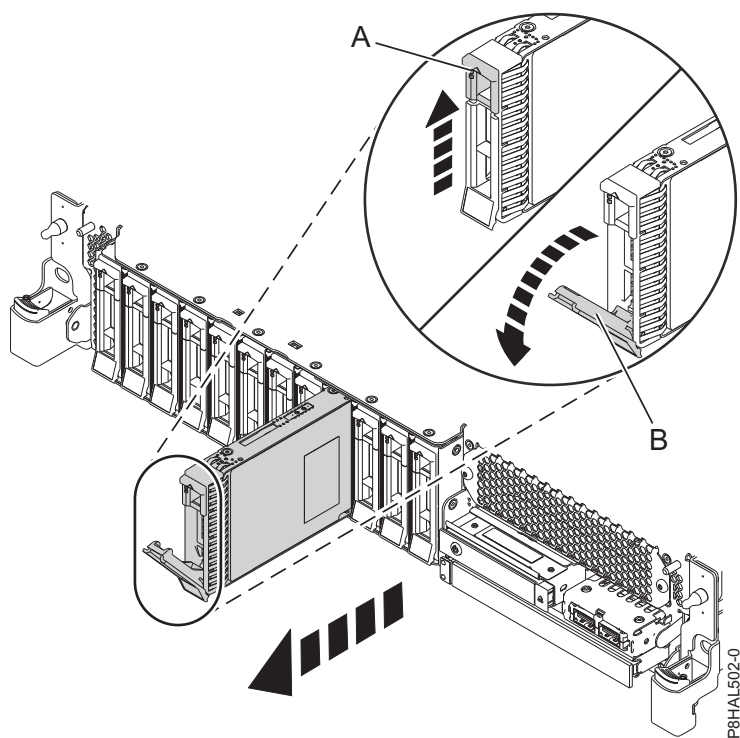
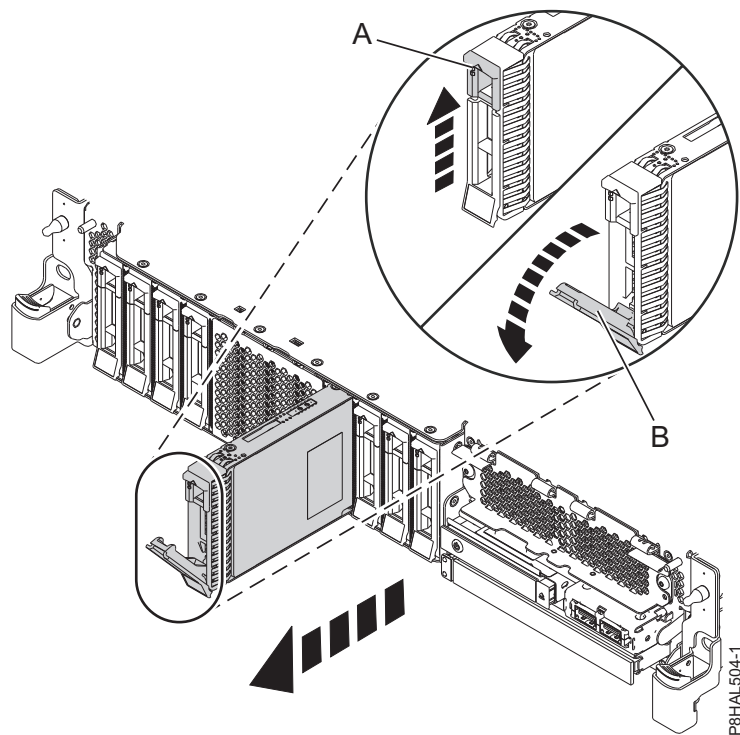

Figura 62. Extracció d'una unitat de disc d'un sistema de funció bàsica
Figura 63. Extracció d'una unitat de disc d'un sistema de funció expandida
4. Quan el LED d'identificació estigui fix, desbloquegeu la nansa del compartiment d'unitats **(B)** fent pressió al pestell de la nansa **(A)** i estirant-lo cap a vosaltres, tal com es mostra a Figura 62 a la pàgina 65 i Figura 63 a la pàgina 65. Si la nansa encara no ha sortit del tot, la unitat d'estat sòlid no podrà lliscar fora del sistema.